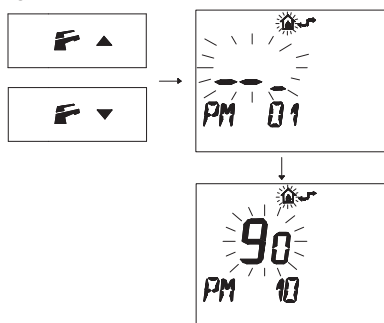

Figura 5.65
- Premere i pulsanti **F** ▼ o **F** ▲ per visualizzare la programmazione "PM10" (selezione della frequenza di accensione (Figura 5.65)).
Nella Figura 5.65 si visualizza un SET programmato di **90** corrispondente ad un tempo di riaccensione di 3 minuti circa. Il campo di regolazioni è da 0 a 8 minuti e mezzo. Ogni passo incrementato o decrementato corrisponde a 2 secondi.